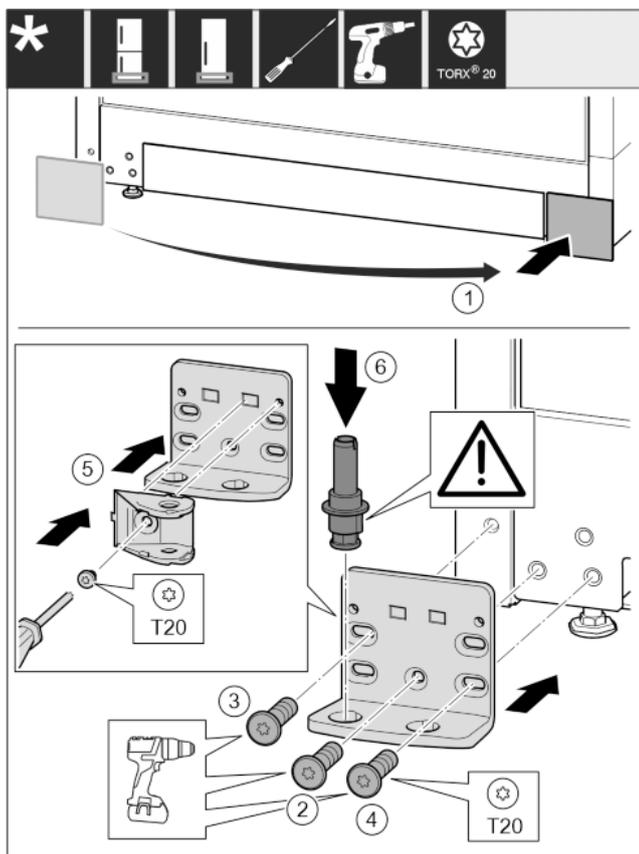

Fig. 28
- ▶ Enlever le cache et le mettre de l'autre côté. Fig. 28 (1)
- ▶ Poser le support de palier de l'autre côté et le visser à l'aide d'un tournevis T20. Commencer par la vis 2 en bas au milieu. Fig. 28 (2)
- ▶ Visser les vis 3 et 4. Fig. 28 (3,4)
- ▶ Tourner le joint amortisseur de fermeture de 180°. La visser de l'autre côté du support de palier avec un tournevis T20. Fig. 28 (5)
- ▶ Mettre en place l'axe de palier complet. Veiller à ce que l'ergot d'enclenchement soit orienté en arrière. Fig. 28 (6)